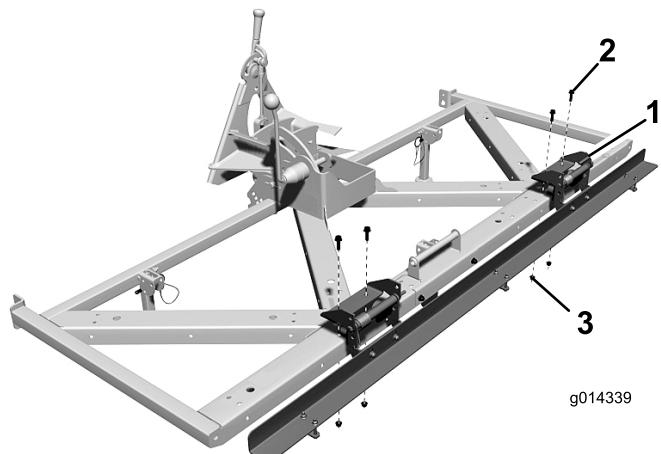

Figura 9
- Sujete cada uno de los soportes del accesorio magnético a la parte superior del acondicionador de césped con 2 pernos con arandela prensada de 5/16 x 1 pulgada y tuercas con arandela prensada (Figura 9).